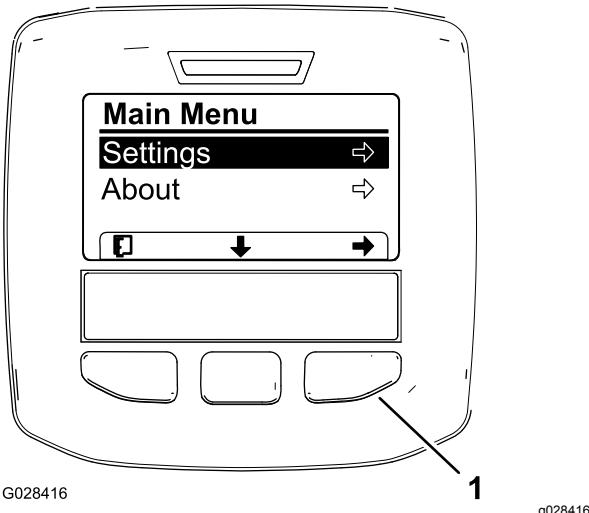
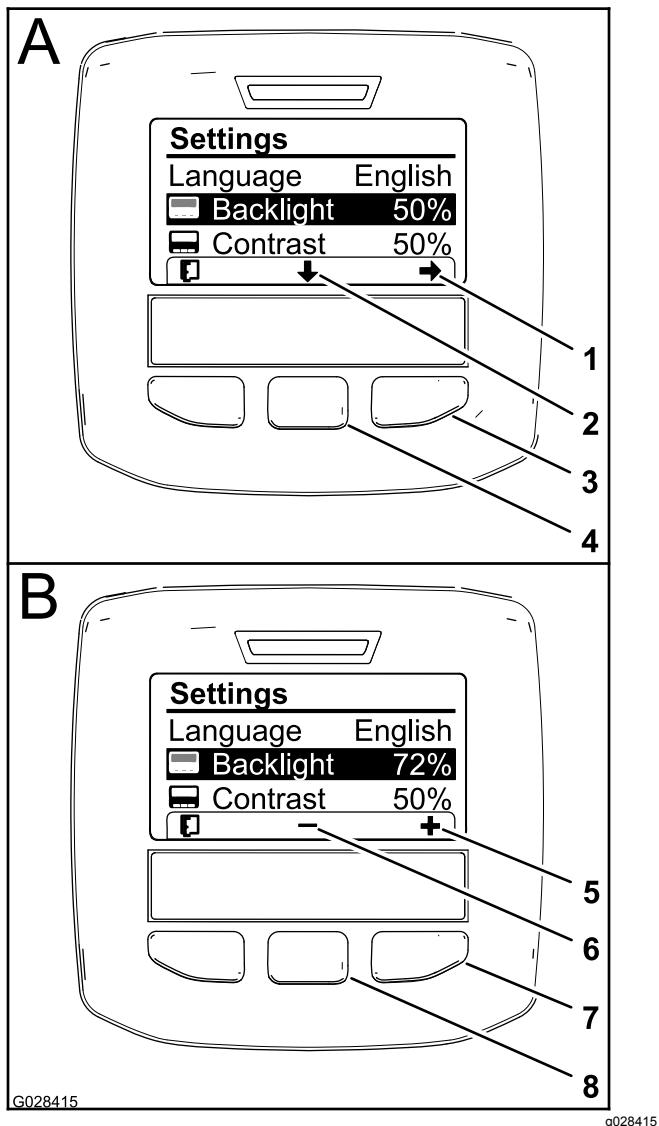

Figura 52
Figura 54
3. Premete il pulsante di selezione centrale per accedere al menu Principale (Figura 52).
5. Premete il pulsante di selezione sinistro per salvare la /le vostra/e selezione/i, uscire dal menu Impostazioni e tornare al menu Principale (Figura 52).
rivolta verso il basso nel display) per spostare l'opzione selezionata verso le impostazioni della Retroilluminazione (Figura 54).
3. Premete il pulsante di selezione destro per visualizzare il contesto della regolazione del valore (Figura 54).
4. Usate il pulsante di selezione centrale e il pulsante di selezione destro per modificare il livello di luminosità del display (Figura 54).
5. Premete il pulsante di selezione sinistro (il pulsante sotto l'icona dell'elenco nel display) per salvare la vostra selezione, uscire dal menu della Retroilluminazione e tornare al menu delle Impostazioni (Figura 54).
6. Per regolare il livello del contrasto del display, premete il pulsante di selezione centrale (il pulsante sotto l'icona a forma di freccia rivolta verso il basso nel display) per spostare l'opzione selezionata verso le impostazioni del Contrast (Figura 54).
7. Premete il pulsante di selezione destro per visualizzare il contesto della regolazione del valore (Figura 54).
8. Premete il pulsante di selezione sinistro (il pulsante sotto l'icona dell'elenco nel display) per salvare la vostra selezione, uscire dal menu del Contrast e tornare al menu delle Impostazioni (Figura 54).
9. Premete il pulsante di selezione sinistro per uscire dal menu Impostazioni e tornare al menu Principale (Figura 52 e Figura 54).
10. Premete il pulsante di selezione sinistro per tornare alla schermata iniziale (Figura 54).